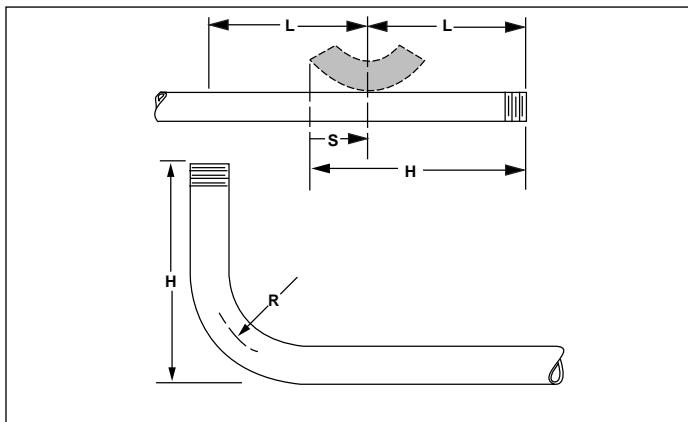

Figura 5
- Marque a dimensão desejada da curva para cima (**H**) no comprimento total do tubo (ver figura 5).